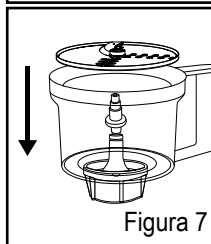

Figura 7
- 1a. Coloque um dos dois discos reversíveis para fatiar/ralar na parte superior do eixo adaptador para os discos (Figura 7).